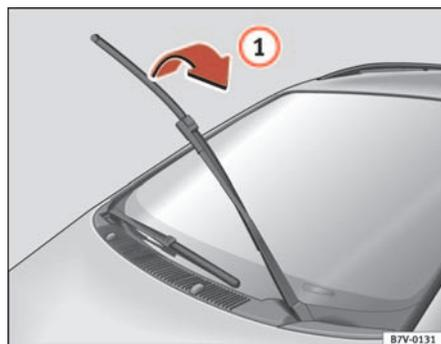
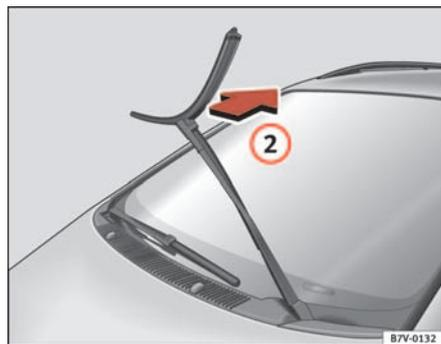

Abb. 146 Scheibenwischer vorne hochklappen
Abb. 147 Scheibenwischer vorne abnehmen
- Drehen Sie das Wischerblatt in Pfeilrichtung ⇒ Abb. 146 ① bis zum Anschlag und ziehen Sie es in Pfeilrichtung ⇒ Abb. 147 ② ab.
- Schieben Sie ein neues Wischerblatt **gleicher Länge und Ausführung** auf den Wischerarm und drehen Sie das Wischerblatt entgegen der Pfeilrichtung ① bis zum Anschlag.